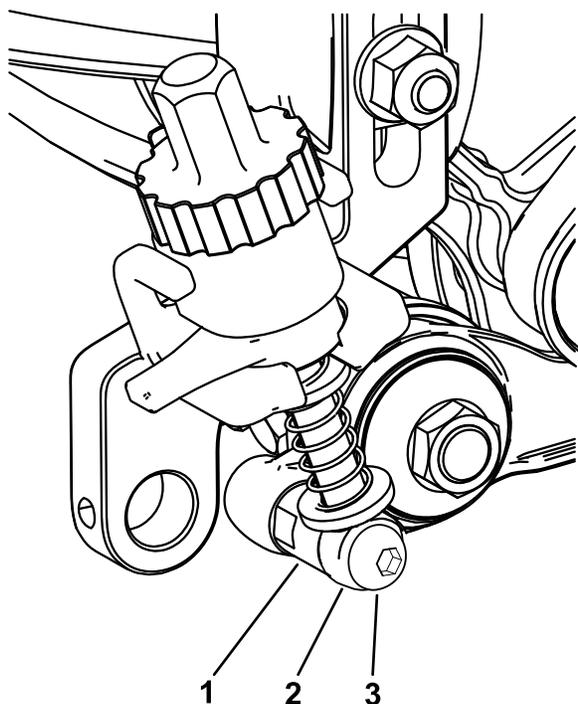

Figura 23
5. Sul lato del gruppo tendicinghia, fissate l'asta del gruppo del braccio di regolazione al gruppo tendicinghia montando un bullone di spallamento attraverso l'asta del braccio di regolazione e nel collare di regolazione come illustrato nella Figura 23; serrate il bullone di spallamento a 20–26 N·m.